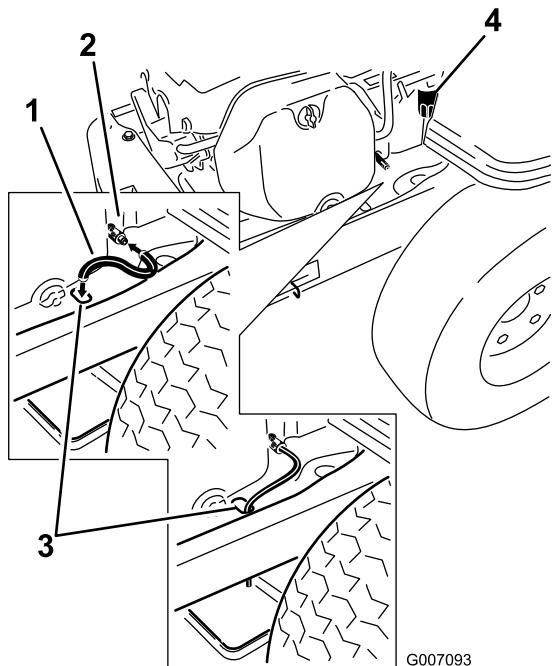

Bild 33
4. Reinigen Sie den Bereich um das Ablassventil und den Maschinenrahmen. Finden Sie den Ölablassschlauch und schieben Sie ihn auf das Ablassventil (Bild 33).
5. Stecken Sie das andere Ende des Ölablassschlauches auf das Ende des Rahmens (Bild 33).